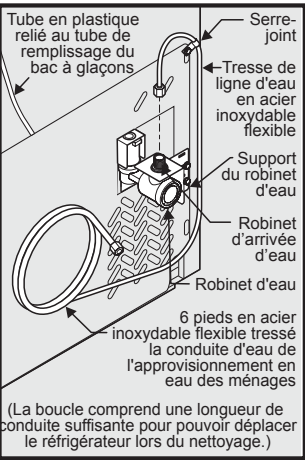

figure 2
4. Si vous utilisez du tuyau en cuivre - Faites glisser l’écrou à compression en laiton, puis installez la bague (le raccord) sur la conduite d’alimentation en eau. Poussez la conduite dans le robinet d’arrivée d’eau, aussi loin que possible (6 mm ou ¼ po). Faites glisser la bague (le raccord) dans le robinet et serrez à la main l’écrou à compression sur le robinet. Serrez d’un autre demi-tour à l’aide d’une clé; NE serrez PAS trop. **(Reportez-vous à la figure 1.)** Si on utilise des tubes tressés en acier inoxydable souple - L’écrou et la bague d’extrémité sont déjà assemblés sur le tube. Glissez l’écrou sur l’entrée du robinet et serrer à la main l’écrou sur le robi-net. Serrer d’un autre demi-tour avec une clé; NE PAS serrer trop fort. **(Reportez-vous à la figure 2.)**